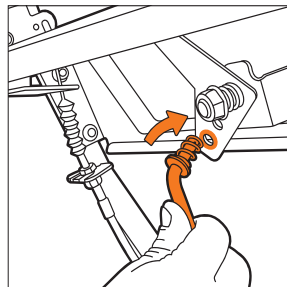

Рис. 9
- Подсоедините штангу к рычагу выбора передач на панели оператора (Рис. 9) и зашплинтуйте ее.